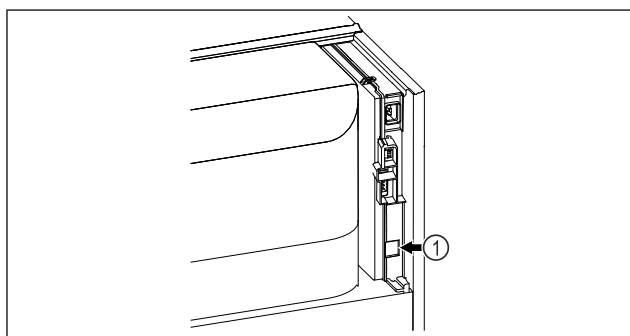

Fig. 108
- ☐ Vstavljen je SmartModule Fig. 108 (1).